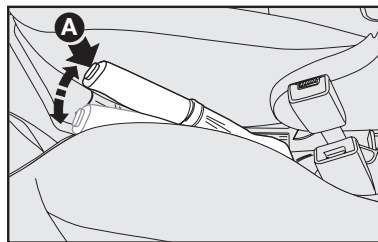

fig. 1
## FRENO DE ESTACIONAMIENTO - fig. 1
- 1) Levante un poco la palanca y presione el botón **A-fig. 1**.
- 2) Con el botón presionado baje la palanca. El señalador luminoso (C) se apaga.